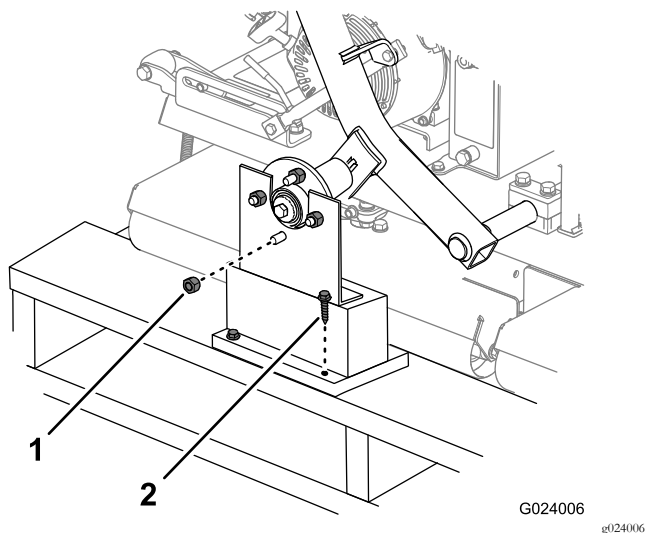

図3
- ホイールハブを出荷用ブラケットに固定しているラグナットを取り外す(図3)。同じく、各ホイールハブのスタッドにねじ込んであるナットも外す。